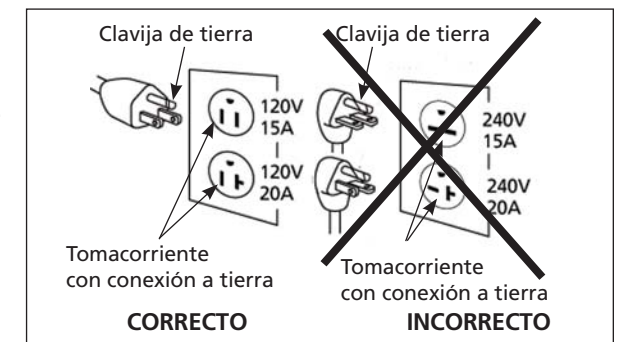

Figura 3: Método de conexión a tierra
3. Este producto debe usarse en un circuito para 120 voltios nominales y tiene un conector a tierra parecido al que aparece en la Figura 3.
1. Este producto debe usarse en un circuito de 120 voltios nominales. Debe estar conectado a tierra. En caso de cortocircuito eléctrico, la conexión a tierra reduce el riesgo de descarga eléctrica al proporcionar un cable de escape para la corriente eléctrica. La unidad está equipada con un cable que tiene una clavija de tierra. Encajará en uno de los tipos comunes de tomacorriente que se muestran en la Figura 3. Si el enchufe no encaja en el tomacorriente deseado, haga que un electricista calificado cambie el enchufe o el tomacorriente.